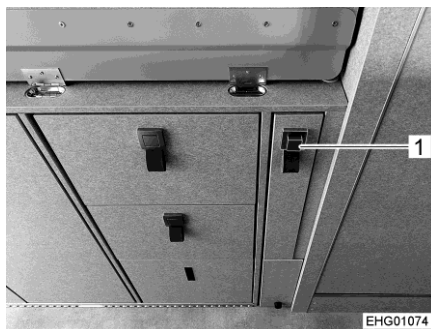

Fig. 59 Aide à la montée, rangée
- Appuyer sur le bouton-poussoir (Fig. 59,1).